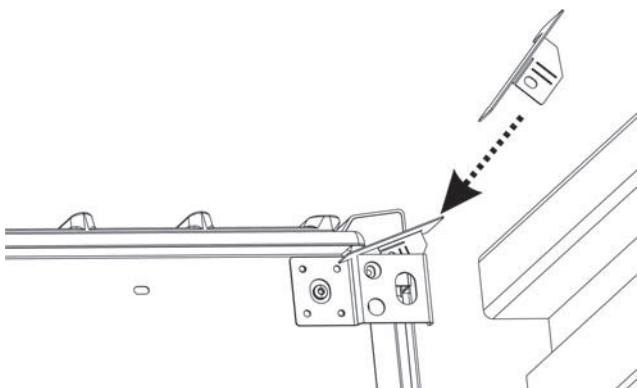

Figure 3 : Mise en place du cache-coin latéral droit, première étape
- Insérez le cache-coin droit comme illustré (voir Figure 3 : Mise en place du cache-coin latéral droit, première étape).